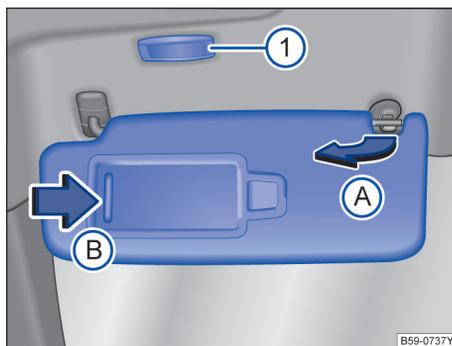

图 100 遮阳板
- 用一只手按压旋转轴的一端，用另一只手的拇指按压卡扣的上端，并用其它的手指将遮阳板倾斜上抬，并缓缓取出，否则容易造成上方固定点的损坏 → 图 100(A)。